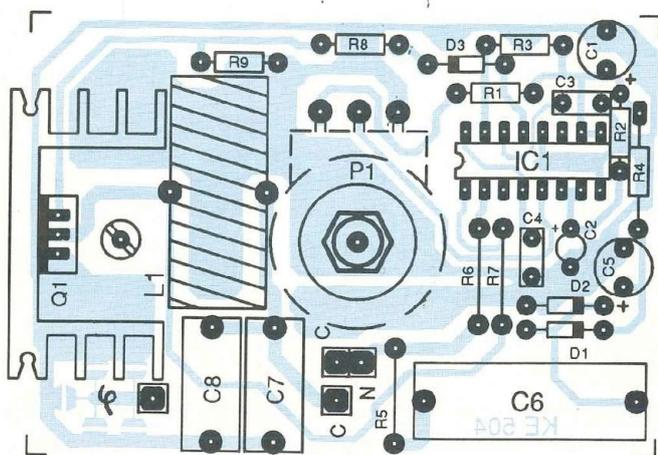
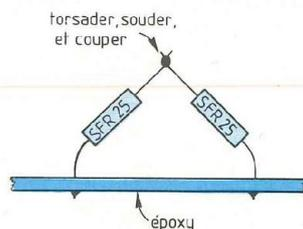
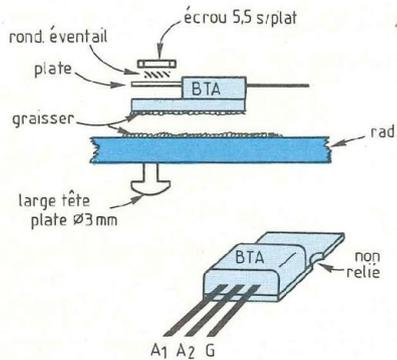

Fig. 7 : Plan de câblage.
Fig. 8 : Réalisation de R5, R6 et R7.
Fig. 9 : Montage fiable du triac pour atteindre 1 kW sur ML 33 Iskra.
figure 7, a été conçu pour son boîtier et qu'il y entre sans peine. Aucun strap, en figure 7 on doit voir pour R5, R6 et R7 l'assemblage monté en figure 8. Aucun support pour IC1 qui est incroyable dans ce montage.
**Attention par contre à la figure 9 que l'on peut archiver au rayon "triacs et alternistors"** : c'est la méthode qui permet de serrer sans déformer ni faire tourner le BTA. L'écrou tenu par une pince plate, un tournevis suffit à figer l'assemblage. Nous n'insisterons jamais assez sur ce dessin et **toute réalisation différente crée une panne à 1 kW**. Ou même avant s'il fait chaud. De part et d'autre du bloc (C7 + C8) en figure 7, on remarque quatre pastilles ( $\phi$ , C, C, N) qui connectent le câble de sortie vers la charge (points C et C), les fils venus de la prise d'entrée 220 V aboutissant à  $\phi$  et N.